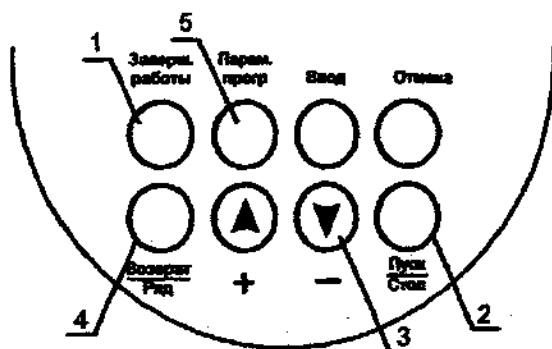

Рис.2
4.3.1. Кнопкой ▲ или ▼ (рис. 2/3), выбрать номер необходимой программы.
4.3.2. Нажать на кнопку Пуск/Стоп (рис. 2/2). Прибор начнет выполнение выбранной программы. Во время работы прибора на дисплее высвечивается № программы.